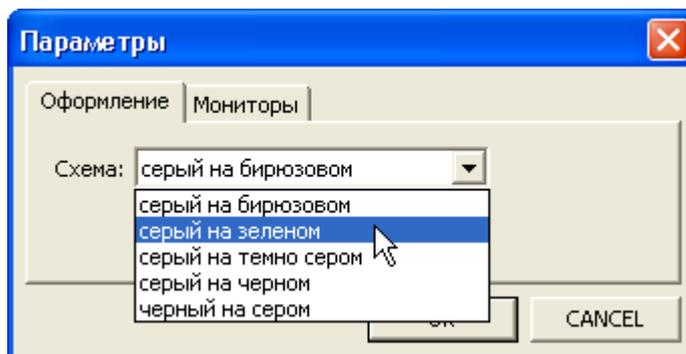

Рис. 4.21. Окно настройки цветового оформления.
- в окне параметров (Рис. 4.21) выбрать закладку <Оформление>;